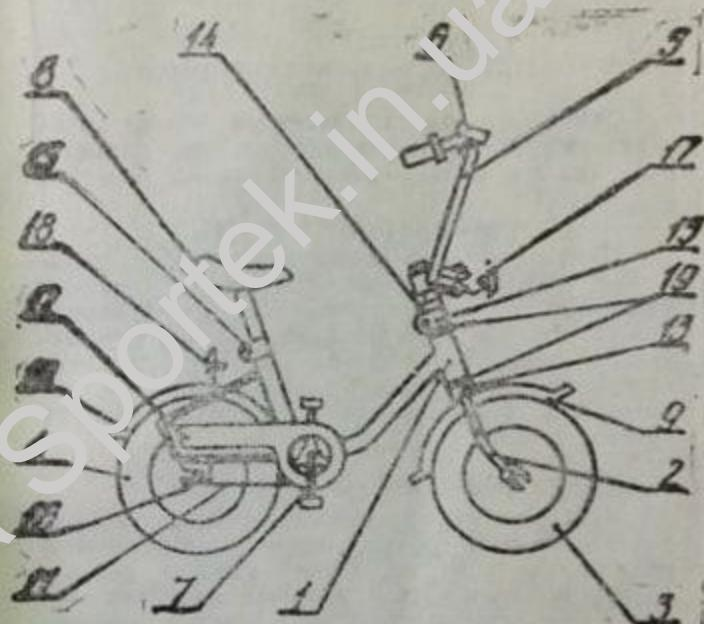

Рис. 1
Велосипед (рис. 1) состоит из сварной трубчатой рамы (1), вилки (2), переднего колеса (3), заднего колеса (4) с тормозной втулкой, руля (5) в сборе с звуковым сигналом (6) и передним световозвращателем (17), кривошипа (7) с педалями, седла в сборе (8), щитков колес: переднего (9) и заднего (10), цепи (11), щитка цепи (12).
5.3. Регулировка седла (рис. 1) (2)
Для установки поддерживающих роликов необходимо предварительно ослабить крепление накладки (2) к наконечнику рамы (1 рис. 1 и 16 рис. 1) за счет винта М8 (4) и гайки М8 (6), затем в гнездо накладки вставить снизу кронштейн поддерживающего ролика (3) и закрепить накладку с кронштейном на наконечнике рамы с помощью винта М8 (4), вставленного в отверстие накладки в наконечнике шайбы диам. 8 (5) и гайки М8 (6). В таком же порядке установить кронштейн с другой стороны.